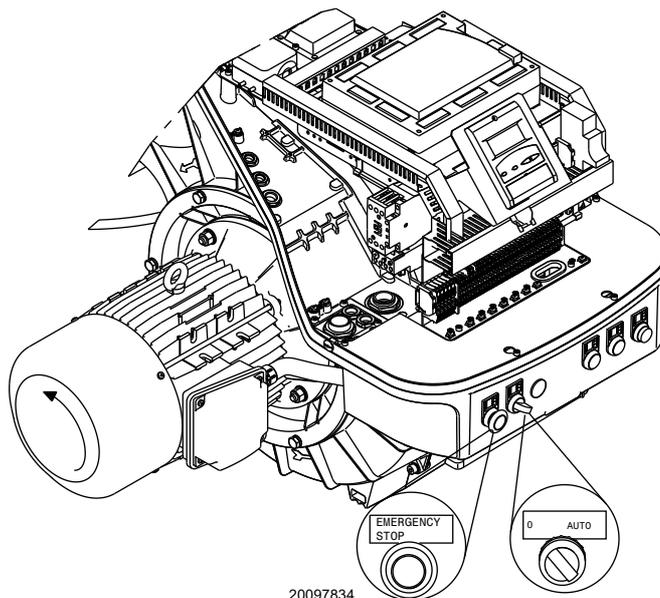

Fig. 26
Colocar el interruptor en la posición "AUTO" (Fig. 26).
Cuando se pone en marcha el quemador, comprobar la dirección de la rotación del motor como se indica en (Fig. 26).
- colocar el interruptor de Fig. 26 en la posición "0" y esperar a que la caja de control ejecute la fase de apagado;